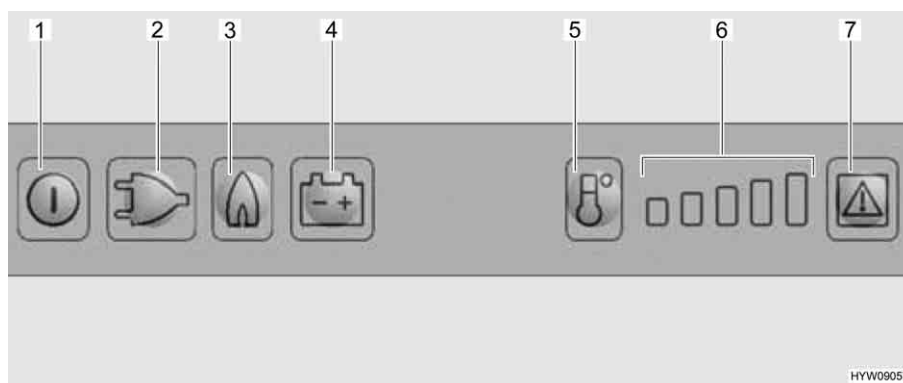

Fig. 136 Elementi di comando del frigorifero
- Premere il tasto On/Off (Fig. 136,1) per circa 2 secondi. Il frigorifero si accende. Si accende il tasto dell'ultima modalità di funzionamento.
- Eventualmente premere il tasto per la modalità di funzionamento "Gas" (Fig. 136,3). Il tasto si accende. L'alimentazione del gas è ora aperta. L'accensione avviene automaticamente. È udibile un ticchettio fino a quando procedura di accensione non è stata portata a termine.
- Regolare la temperatura di raffreddamento con il tasto di selezione dei gradi di temperatura (Fig. 136,5).
- Eventualmente premere il tasto della modalità di funzionamento "230 V" (Fig. 136,2). Il tasto si accende.
- Eventualmente premere il tasto della modalità di funzionamento "12 V" (Fig. 136,4). Il tasto si accende.